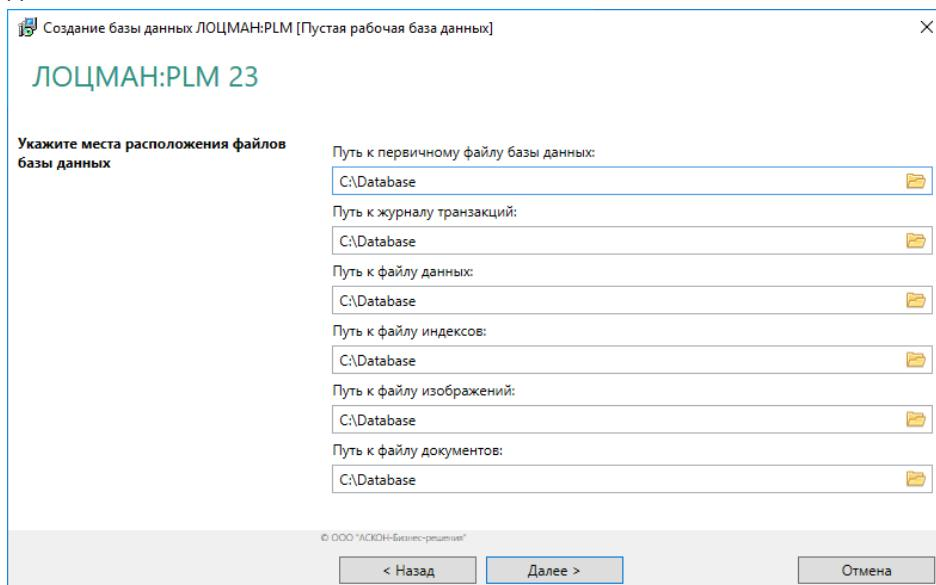

Рис. 3.12
- Заполните поля ввода данных (рис. 3.12). Пути можно задать вручную или выбрать в стандартном диалоге Windows, который появится после нажатия кнопки **Выбрать**. После указания пути к первичному файлу базы данных, остальные поля ввода автоматически заполняются теми же значениями. При необходимости их можно изменить.